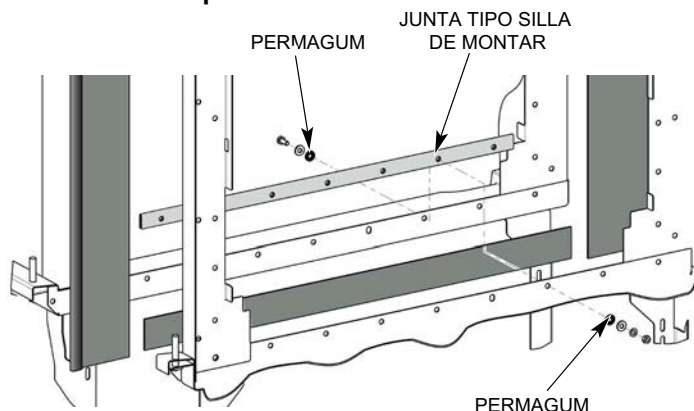

Figura 14
4. Use Permagem en el lado interno de las arandelas de ambos lados para sellar de manera adecuada (Figura 14). Puede ser necesario utilizar una abrazadera en C en la junta tipo silla de montar para lograr que los accesorios cumplan su objetivo. Fije la junta tipo silla de montar a los rebordes inferiores del tanque con los siete pernos largos, las arandelas, las arandelas de seguridad y las tuercas suministradas.